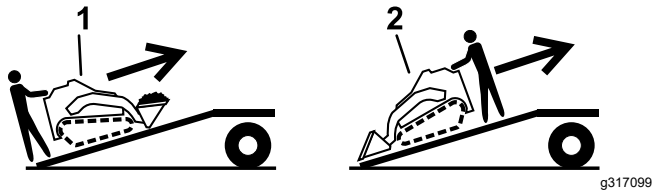

Figura 20
5. Carregue a máquina para o atrelado com a extremidade pesada para cima na rampa, carregando as cargas em baixo (Figura 20).